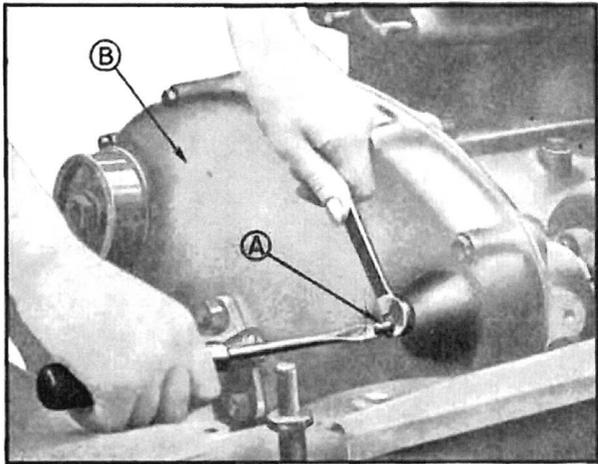

Fig. 76. — Réglage de la vis (A) de butée de dynamo (B. Couvercle de distribution).
- 4—Visser sur ce couvercle la vis de butée de dynamo retirée de l'ancien couvercle, régler cette vis à 1/4 de tour du serrage maximum et bloquer le contre-écrou (fig. 76).